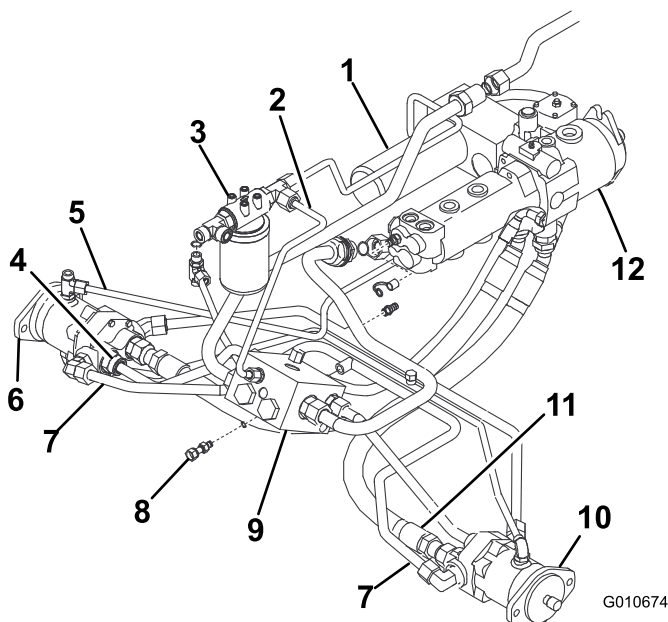

Figura 3
5. Remova e elimine o tubo hidráulico que vai do conjunto da bomba hidráulica ao encaixe do motor da roda da frente (Figura 3, chamada 11).
9. Remova e elimine o tubo hidráulico que vai do colector 4-WD ao motor da roda direita da frente (Figura 3, chamada 4).